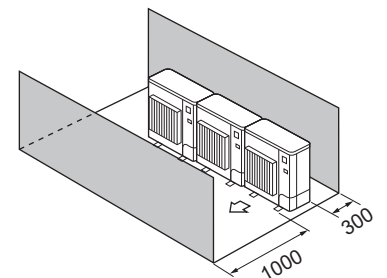

Fig. 2-16
- (4) Obstáculos apenas na parte da frente e de trás (Fig. 2-16)